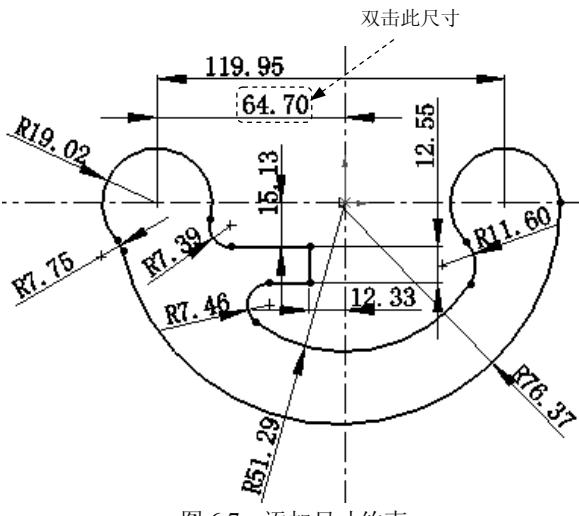
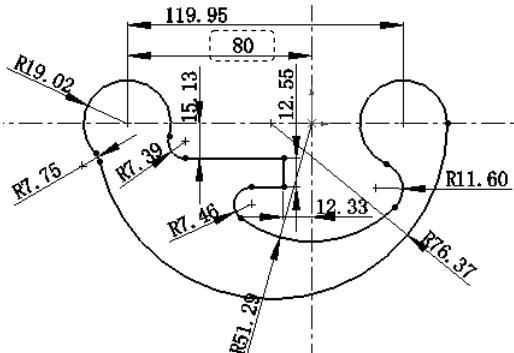

图 6.7 添加尺寸约束
图 6.8 修改后的尺寸约束
选择下拉菜单 工具(T) → 标注尺寸(S) → 智能尺寸(S) 命令，添加图 6.7 所示的尺寸约束。
Step 1 双击图 6.7 所示的尺寸值，在系统弹出的“修改”文本框中输入“80”，单击 按钮，然后单击“尺寸”对话框中的 按钮，修改完成后如图 6.8 所示。